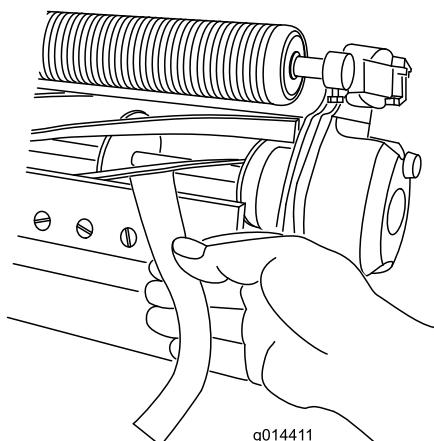

图10
B. 在滚刀与底刀之间插入一长条剪切性能纸（Toro 零件号 125-5610），纸要与底刀垂直（图10），然后缓慢向前旋转滚刀；此操作应能切断性能纸；如果不能，请重复步骤 A 和 B，直至切断为止。
11. 在滚刀与底刀之间插入一长条剪切性能纸（Toro 零件号 125-5610），纸要与底刀垂直（图10），然后缓慢向前旋转滚刀；此操作应能切断性能纸；如果不能，将每个底刀架调节螺丝都顺时针旋转1格，直至切断为止。